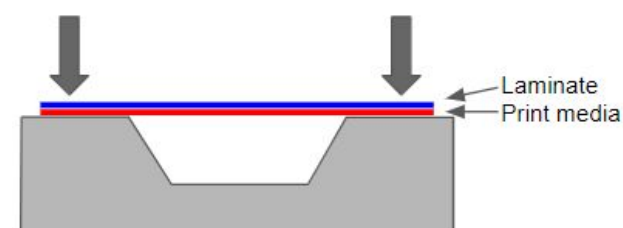

Fig.1
- 1) Posizionare la pellicola sull'intera superficie e applicarla con l'aiuto di una spatola. Fissare saldamente i bordi prima di applicare la pellicola nella corrugazione. Fig.1